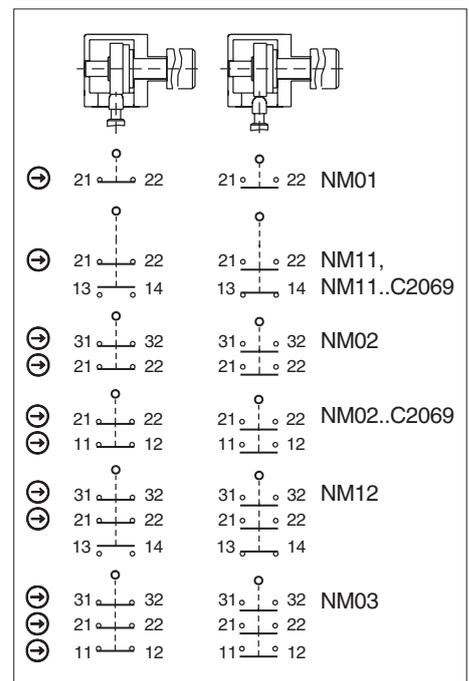

Fig. 3: Elementos interruptores y funciones de conmutación
Debe usarse como mínimo un contacto (↔). Este señala la posición del resguardo (para la asignación de contactos, consulte la Fig. 3).
3. Apriete las conexiones y los bornes con 0,5 Nm (para la asignación de contactos, consulte la Fig. 3).